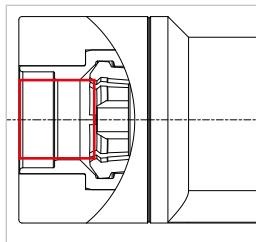

Abbildung 12
- ▶ Spülen Sie vor der Überprüfung unbedingt das WEH® Produkt mit Druckluft oder Stickstoff an folgenden Stellen (Abbildung 12):